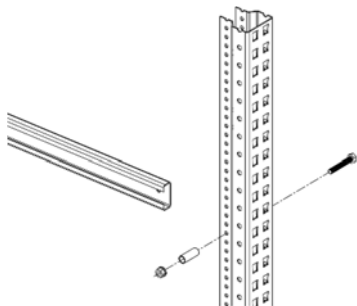

Fig. 5
5. Placer la barre de connexion et insérer légèrement les vis. (fig. 5)